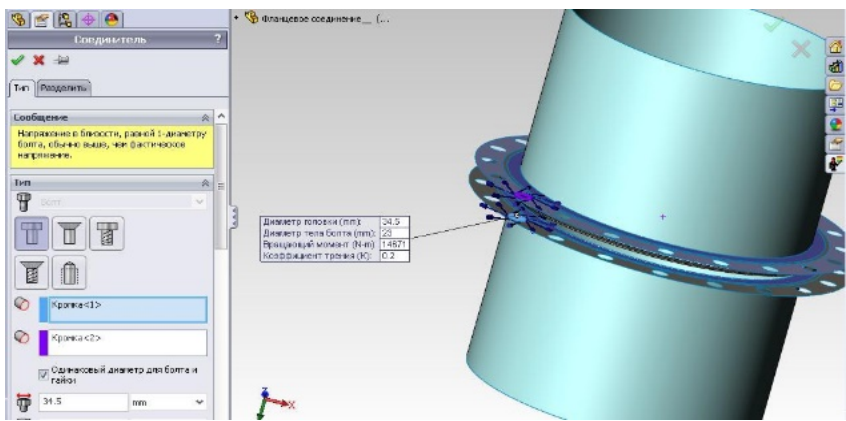

Рис. 7.2. Создание виртуальных болтов
4. В контекстном меню выбрать команду «Консультант по соединениям». В выплывающем списке выбрать *Болт*, задать параметры, показанные на рис. 7.2. Создать виртуальный болт на каждое отверстие.